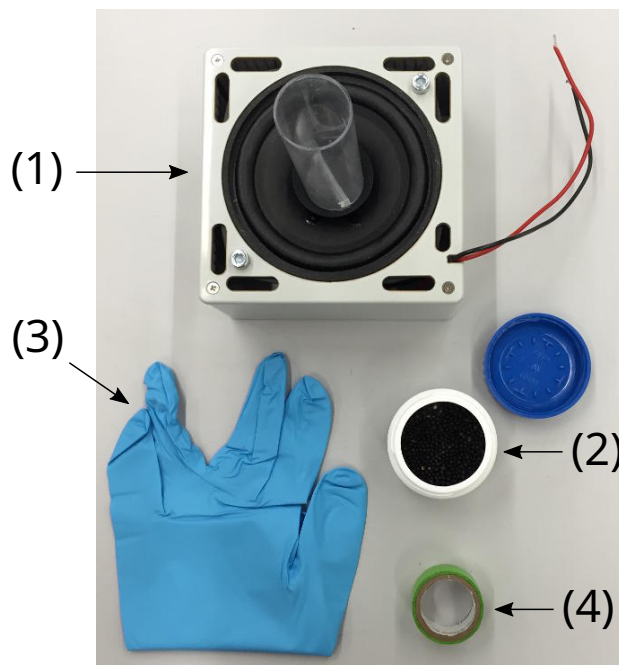

Figure 2: Допълнително оборудване за този експеримент.
- Амплитудата на трионообразното напрежение може да се регулира с десния потенциометър, означен с (4). Постоянно, DC напрежение, пропорционално на амплитудата на променливия сигнал, е подадено между изходите (6) и (7). Номерата съответстват на дадените на Figure 2 от общите инструкции.